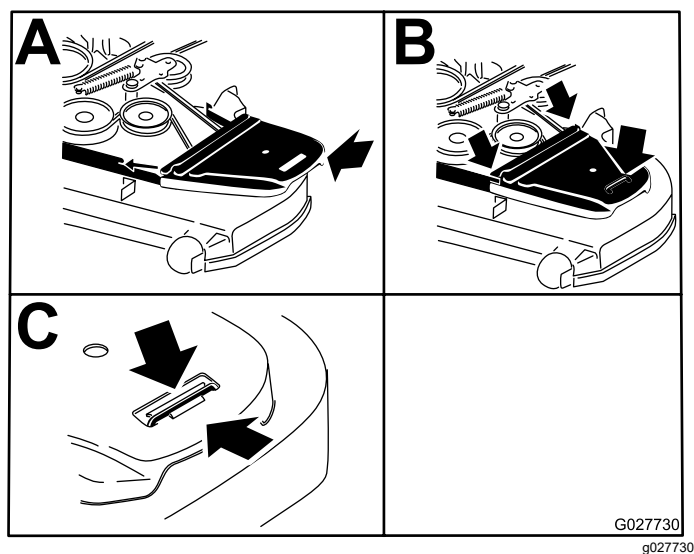

Figure 85
13. Posez les protège-courroies (Figure 85).